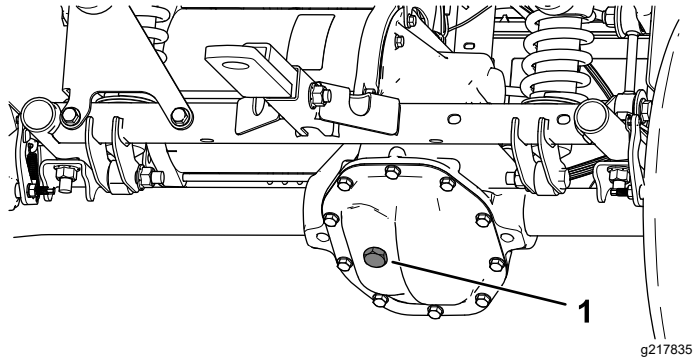

Bild 53
4. Entfernen Sie die Füllschraube am Getriebe (Bild 53).
5. Wenn der Ölstand niedrig ist, nehmen Sie die Füllschraube ab und füllen Sie die angegebene Ölart ein, bis das Öl aus dem Loch ausläuft (Bild 53).
- Entfernen Sie die Füllschraube am Getriebe und füllen Sie das Getriebe mit Öl der angegebenen Sorte, bis es aus dem Füllloch ausläuft (Bild 53).